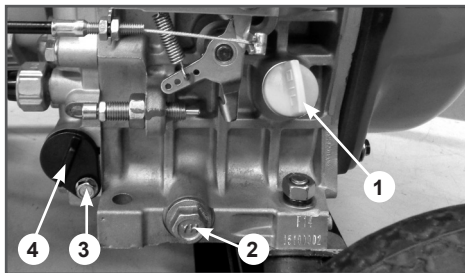

Рис. 18 Замена моторного масла
4. Очистите от загрязнений зону вокруг маслозаливной горловины. Извлеките крышку-щуп (Рис. 18 п. 1) из маслозаливной горловины и протрите его насухо.
5. Открутите пробку для слива масла (Рис. 18 п. 2) и слейте отработанное масло в подготовленную для этого ёмкость. Для наглядности на Рис. 18 показан двигатель генератора без шумозащитного кожуха.
6. Выкрутите болт фиксации масляного фильтра (Рис. 18 п. 3). Во избежание пролива масла подложите кусок ветоши под масляный фильтр, после чего извлеките его (Рис. 18 п. 4).